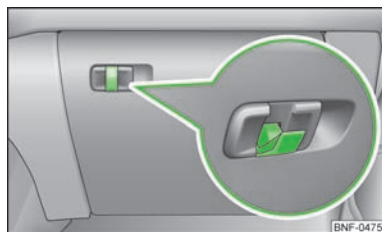

Fig. 50
Un crochet rabattable se trouve dans la manette d'ouverture du couvercle du bac de rangement » fig. 50, servant à accrocher des bagages de petite taille, par ex. des sacs.
- Lorsque le crochet est rabattu vers l'avant » fig. 50, il n'est pas possible d'ouvrir le vide-poches.